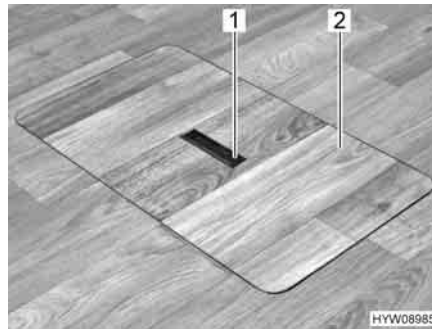
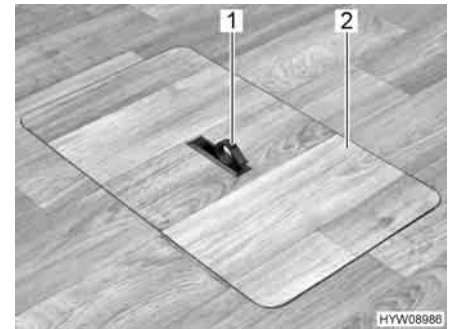

Fig. 85 Copertura vano pavimento (maniglia abbassata)
Fig. 86 Copertura vano pavimento (maniglia estratta)
- Spingere la piastra di presa (Fig. 85,1) verso il basso da un lato. La maniglia (Fig. 86,1) viene ruotata verso l'alto.
- Alzare la copertura (Fig. 86,2).
- Collocare la copertura (Fig. 86,2) nell'intelaiatura presente sul fondo.